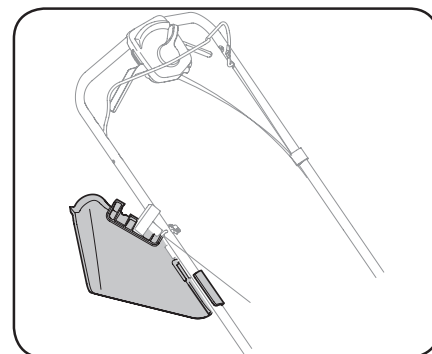

Figura 2-11
3. Cuando no está en uso, puede sujetar la tolva de descarga lateral a la manija como se muestra en la Figura 2-11.